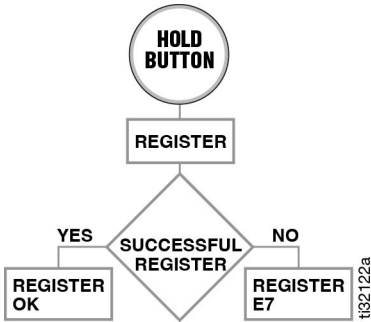

图 3
3. 当向脉冲软件注册 **TLM** 时，显示窗显示“注册正常”（图 3，第 6 页）。这最多可能需要 20 秒钟。
如果没有向脉冲软件注册 **TLM**，则将显示错误消息“注册 E7”（请参见步骤 1，图 3）。